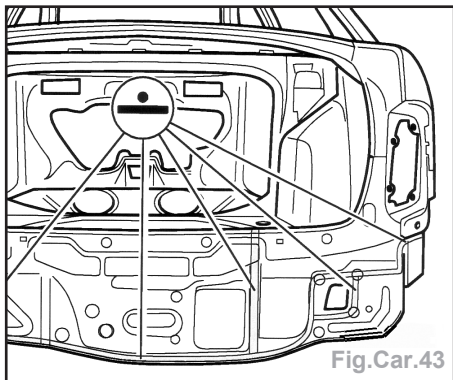

Fig.Car.43
- Soudage ponctuel des supports de serrure et de la tôle de fermeture côté D (Fig.Car.43).